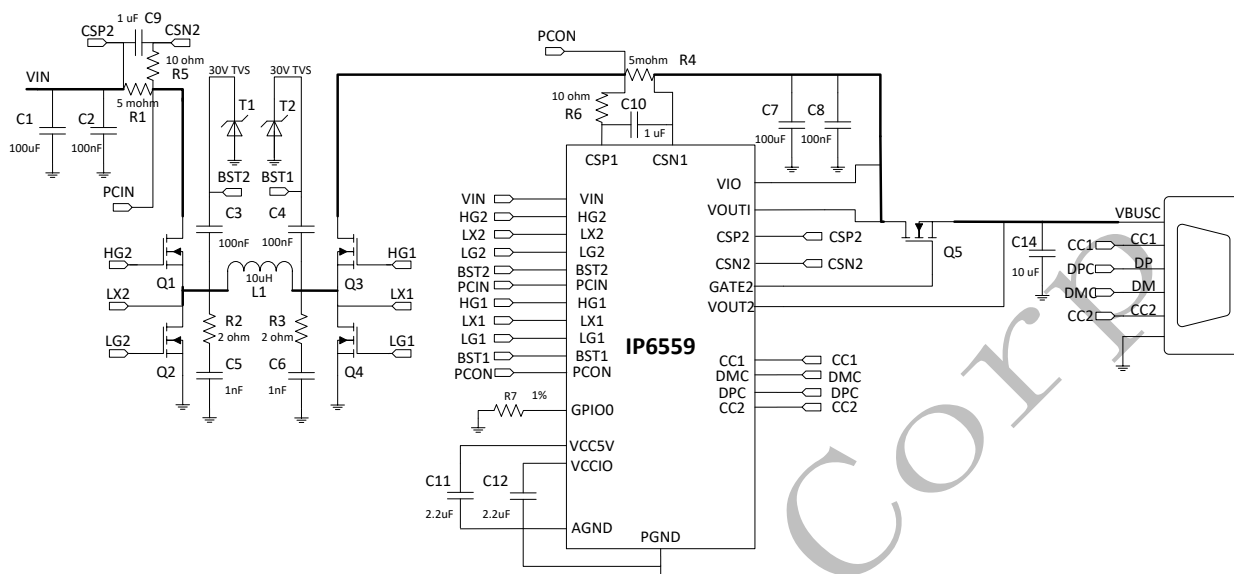
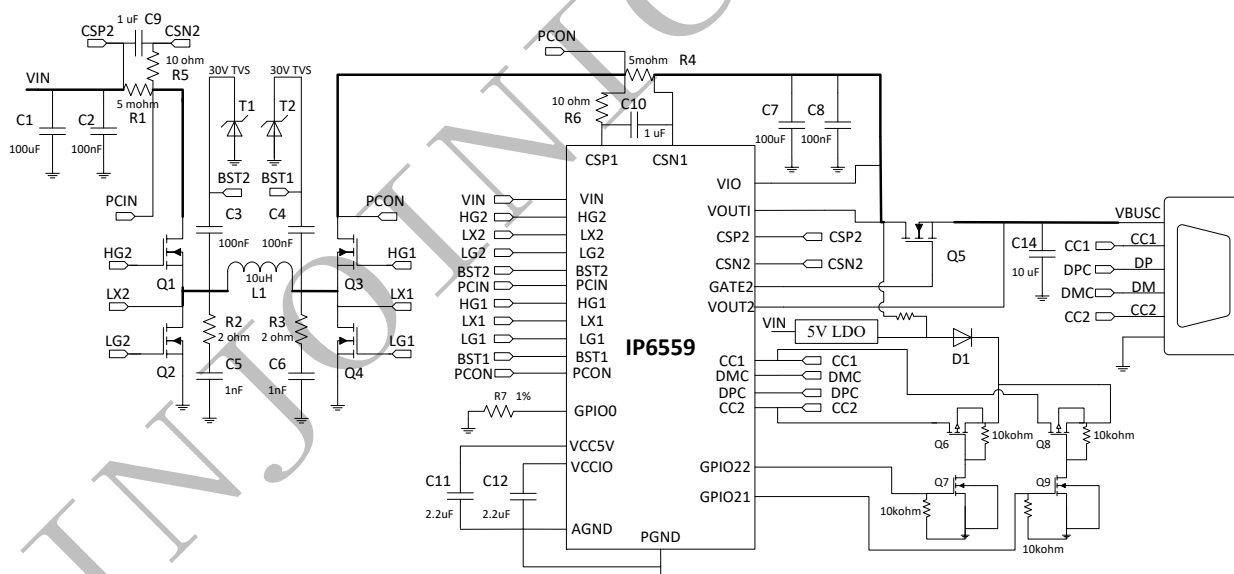

图 8 IP6559 单 C 口的典型应用原理图
图 9 IP6559 单 C 口带 EMARK 识别输出的典型应用原理图
1. 图 8 和图 9 中，调节 GPIO0 的接地电阻 R7 可以改变 IP6559\_C 的 C 口 PDO；